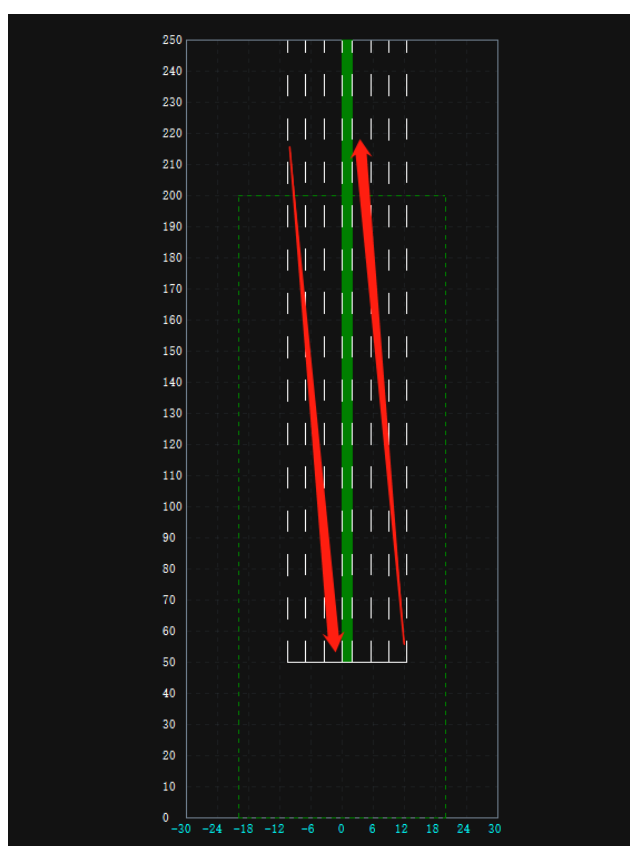

图 5-1 左上往右下
(1) 来向目标左上往右下，或去向目标呈右下往左上，如图 5-1。